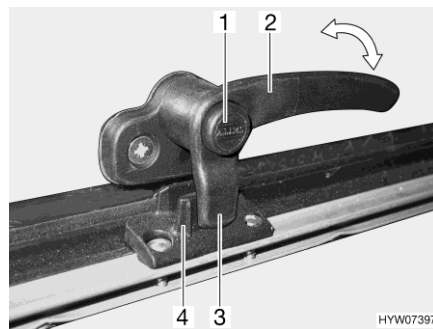
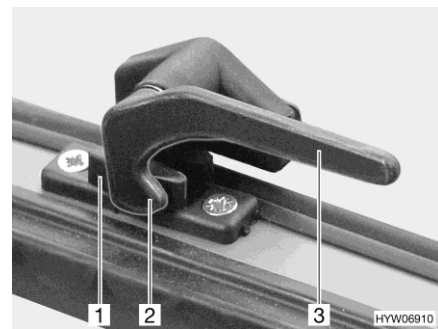

Fig. 89 Leva di serraggio con bottone di sicurezza in posizione "Chiuso"
Fig. 90 Leva di serraggio in posizione "Chiuso"
- Se presente, premere e tenere premuto il bottone di sicurezza (Fig. 89,1).
- Ruotare la leva di serraggio (Fig. 89,2 o Fig. 90,3) di un quarto di giro verso il centro della finestra.
- Ruotare la leva di serraggio (Fig. 89,2 o Fig. 90,3) di un quarto di giro verso il telaio della finestra.
Il nasello di chiusura (Fig. 89,3 o Fig. 90,2) della leva di serraggio si trova completamente sul lato interno della chiusura della finestra (Fig. 89,4 o Fig. 90,1).
- In posizione "Completamente chiusa" (Fig. 89 e Fig. 90)